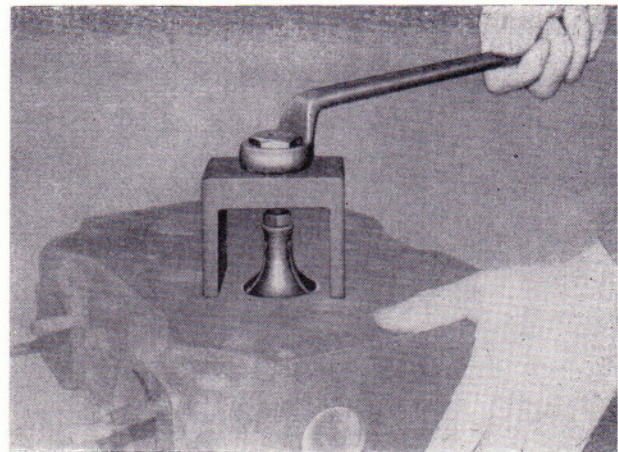

Bild 113
- Brücke aufsetzen und Mutter anziehen, wodurch die Zugspindel angezogen und mittels der Spannzange der Ventilsitzring aus der Passung herausgezogen wird (Bild 113).